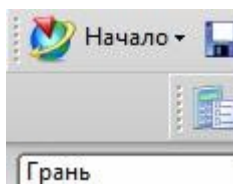

рис.45
- Затем нужно указать **границы** тел, между которыми хочется выполнить измерения (рис.45,46).